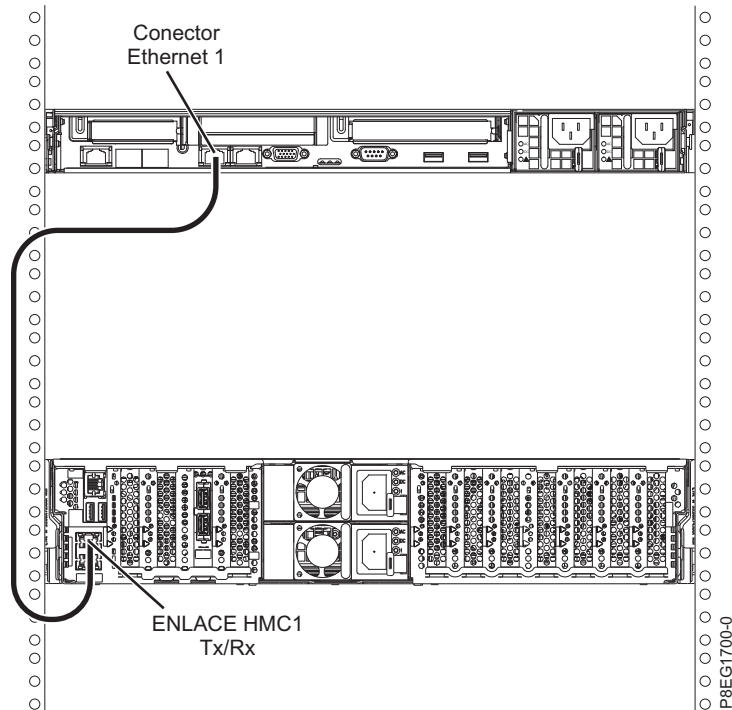

Figura 39. Conexión de la HMC al sistema gestionado
1. Si desea conectar directamente la HMC al sistema gestionado, conecte el **Conector Ethernet 1** de la HMC al puerto **HMC1** del sistema gestionado. Consulte Figura 39 en la página 48.